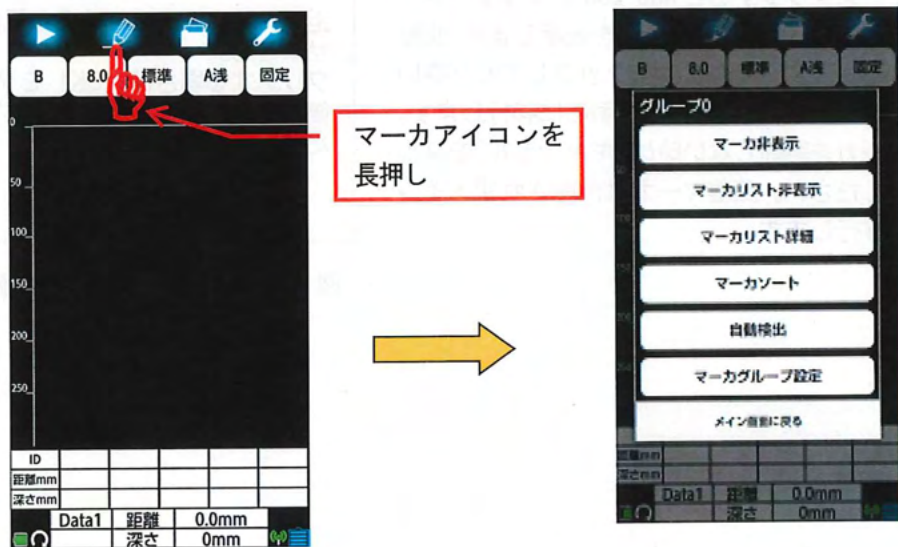

図 4-89 マーカ操作画面
マーカ操作は表示している探査データに追加するマーカの設定、追加されているマーカのリスト一覧表示及び自動検出等を行います。マーカ操作はマーカアイコン(図 4-1②参照)を長押しして表示する、図 4-89に示したマーカ操作画面で行います。